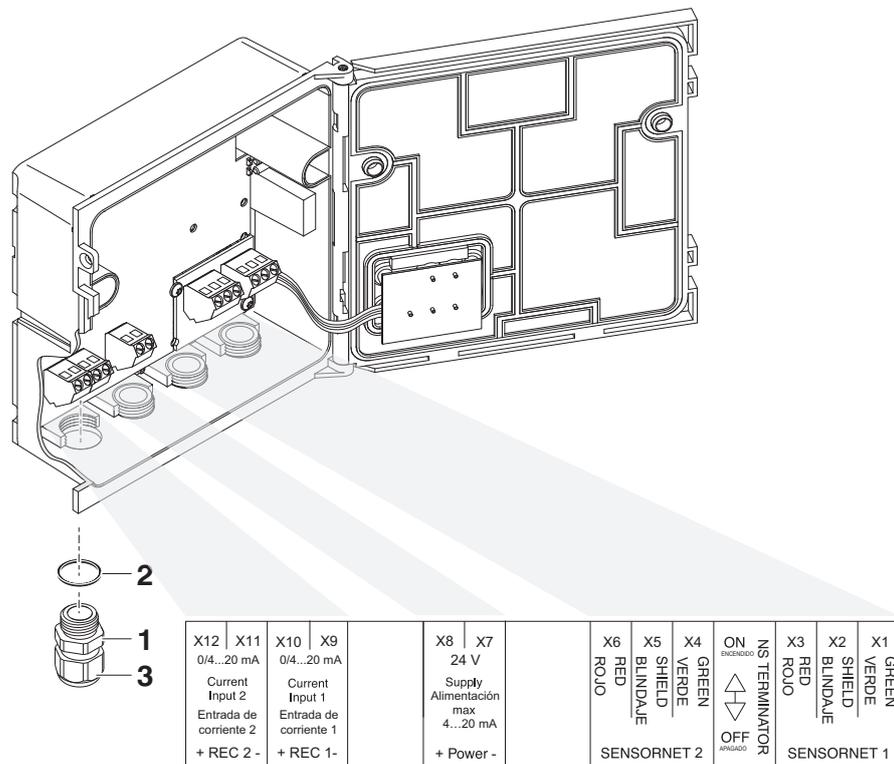

Fig. 3-1 Regleta de terminales MIQ/IC2
3	Enrosque el casquillo prensacables (pos. 1 en Fig. 3-1) con el anillo de estanqueidad (pos. 2) en la carcasa del módulo.
4	Afloje el anillo de acoplamiento (pos. 3 en Fig. 3-1).
7	Apriete el anillo de acoplamiento (pos. 3 en Fig. 3-1).